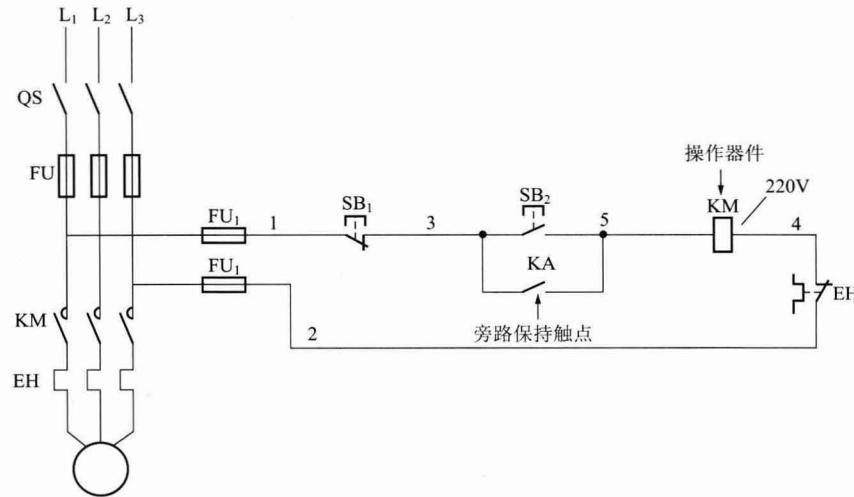

图 13 旁路保持触点回路
(5) 旁路保持触点。依靠其他操作器件的触点来维持电路的闭合状态,这样的触点称为旁路保持触点,这样的回路称为旁路保持回路,如图 13 所示。旁路保持触点在控制电路
(7) 触点的并联。根据电气(机械)控制要求,把一个开关或继电器触点的前、末端与另一个触点的前、末端相连接的方式称为触点的并联回路。在这样的回路中只要有一个触点闭合,线路的最终设备就能动作。图 13 和 14 中的按钮 SB₂ 动合触点与接触器 KM 动合触点就是并联连接。